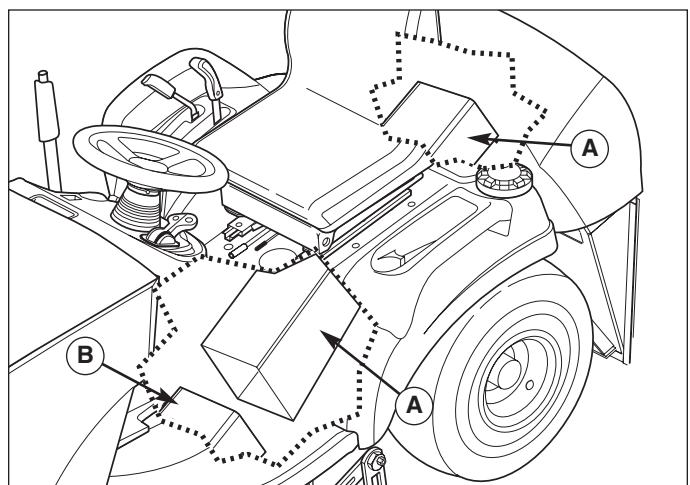

Figure 11. Tube de décharge
7. Pousser le tube de décharge (A, Figure 11) vers l'arrière pour le séparer de l'ouverture de décharge de la tondeuse (B).
7. Voir la Figure 11. Déplacer le bras de poulie folle (A) pour relâcher la tension de la courroie. Installer la courroie sur la poulie de la PDF (B).